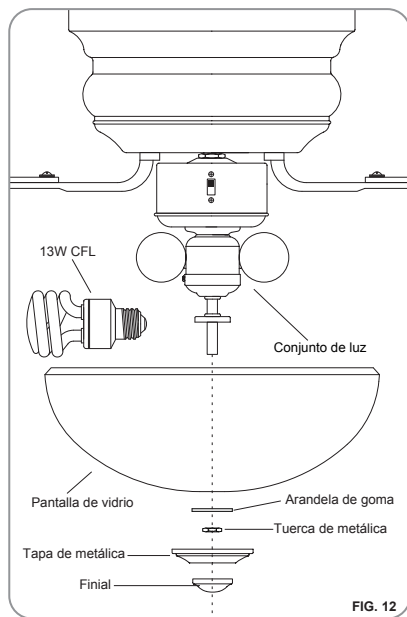

FIG. 12
Paso 1. Install 2*13W E27 CFL (included) into socket.(Fig.12)
Paso 2. Quite la arandela de goma, la tuerca de metálica, la tapa de metálica y finial.del conjunto de luz. Coloque la pantalla de vidrio sobre el vástago de conjunto de luz, fijela con la arandela de goma, la tuerca de metálica, tapa de metálica y finial. No apriete en exceso. (Fig.12)